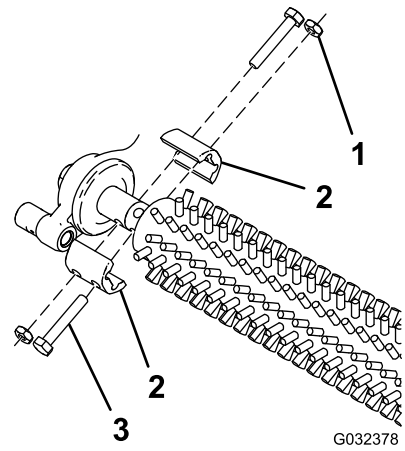

Figure 10
3. Servez-vous des 4 boulons, écrous de blocage et colliers d'arbre déposés précédemment pour fixer la brosse de groomer aux deux côtés de la machine (Figure 10).